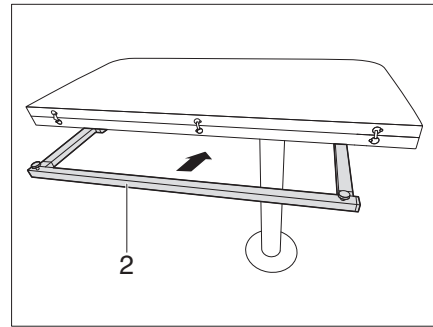

Bild 116 Skjut in fällbordsstödet
- Skjut in bordsstödet (Bild 116,2).